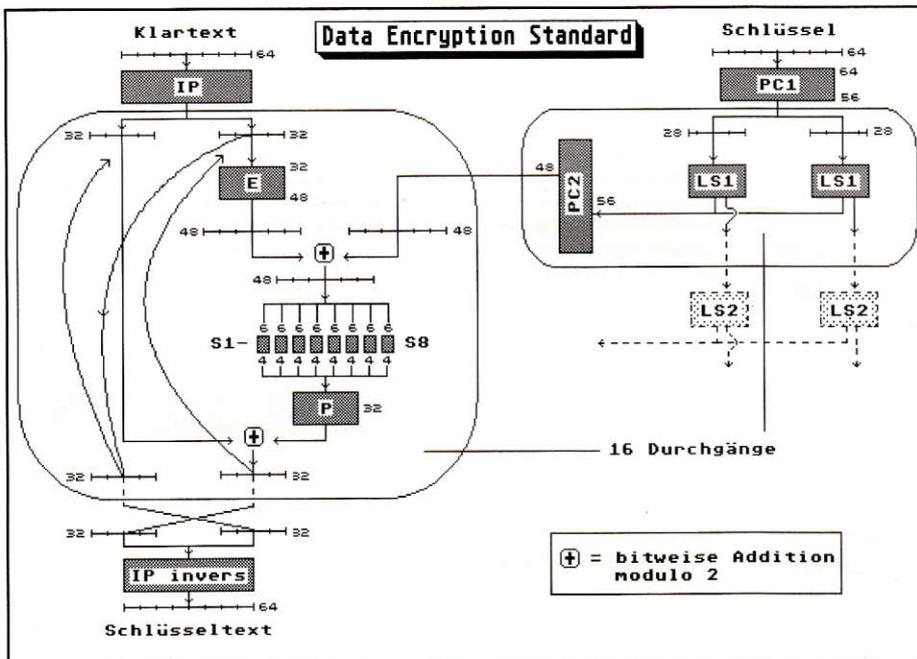

Abb. 7: Schaubild des DES (Data Encryption-Standard)
sche Analyse der Buchstabenhäufigkeiten zu knacken gewesen, da jeder Buchstabe des Klartextes mit gleicher Wahrscheinlichkeit von jedem Buchstaben des Alphabets kodiert wurde. Trotzdem gelang es dem englischen Geheimdienst, den Kode zu knacken, zum einen, weil ihm über verschiedene Quellen einiges über die ENIGMA bekannt war, beispielsweise die Bedienungsanleitung und das Verdrahtungsschema der drei ursprünglichen Rotoren, zum anderen half die analytische Fähigkeit der eingesetzten Mathematiker, unter ihnen Alan Turing, die zum ersten Mal auf die Rechenkraft einer elektronischen Rechenmaschine, COLOSSUS, zurückgreifen konnten (6). Wie anders auch als mit Hilfe von Rechenautomaten hätte die immense Zahl von Verschlüsselungsmöglichkeiten durchprobiert werden können [Laut einer Meldung im ST-Magazin 1989/4 (S. 10) ist ein Simulationsprogramm der ENIGMA für ATARI ST-Besitzer bei der Firma "SSG-System-Entwicklung" erhältlich]. Machen wir einen Sprung ins Jahr 1977. Es ist das Jahr, in dem erstmals eine Verschlüsselungsmethode als Standard anerkannt und niedergelegt wurde: der *Data Encryption Standard* (DES). Die Rotormaschinen haben längst ausgedient, ihre Aufgaben sollen Computerprogramme oder in Mikrochips eingelagerte Verschlüsselungslogiken übernehmen. Was bei der ENIGMA noch auf elektrisch-mechanischem Wege vollzogen wurde, wird nun Software-Modulen übertragen. Gleichwohl hat sich das Prinzip der Verschlüsselung nicht grundlegend verändert, die Arbeitsweise des Algorithmus jedoch, der dem DES zugrunde liegt, ist weitaus komplizierter geworden. Klartext und Schlüssel werden blockweise in immer neuen Variationen durcheinanderschüttelt, vertauscht und verknüpft, so daß am Ende auch der geschickteste Analysator verzweifelt aufgegeben haben sollte. Jedenfalls hofften dies die Entwickler, vornehmlich Programmierer der Firma IBM. Am ehesten läßt sich der Ablauf innerhalb des DES an einem Schaubild verdeutlichen (s. Abb. 7). Zwei große Prozesse bestimmen den gesamten Ablauf: einmal das 16fache Durcheinanderwürfeln des Klartextes und zum zweiten die gleichzeitige 16fache Gewinnung neuer Teilschlüssel, die jede Verwirbelung der Klartextzeichen mit beeinflussen.
Beginnen wir mit der Verschlüsselung des Klartextes (Abb. 7 links oben). Da das Programm ausschließlich Binärdaten
blockweise verarbeitet, muß der Klartext zunächst binär kodiert werden. Aus dem kodierten Datenmaterial greift sich das Programm dann jeweils einen Block von 64 Bits heraus und unterwirft ihn einer ersten Permutation. Dies geschieht ähnlich wie bei der Vertauschung der Zeichen zwischen Vorder- und Rückseite des Rotors bei der ENIGMA. Im IP-Modul (*Initial Permutation*) werden die 64 Bits des zu bearbeitenden Datenblocks nach einem festen Muster vertauscht: So wechselt zum Beispiel das Bit aus Position 1 an die Stelle von Bit 58, Bit 64 zu Bit 7 usw. [Sämtliche Tabellen des DES (Permutations-, Substitutionsmodule, Linksverschiebung) sind in Abb. 8 aufgeführt.] Nach Abschluß der Permutation erfolgt eine Trennung der Binärdaten in zwei 32-Bit-Blöcke. Während der linke Block und eine Kopie des rechten Blocks eine Weile ungeschoren bleiben, wartet auf den rechten eine Folge von Permutationen und Substitutionen. Im Expansionsmodul E werden die Bits des rechten Blocks vertauscht und zugleich auf 48 Bits erweitert [einige Eingangsbits landen dabei auf mehreren Ausgangspositionen (s. Abb. 8)]. Nun ist es Zeit, sich der Verschlüsselung des Schlüssels zuzuwenden (s. Abb. 7 rechts oben). Eingeben darf man ein 64 Bits langes Schlüsselwort, welches sogleich in der Permutationsmatrix PC1 (*Permuted Choice*) permutiert, auf 56 Bits verkürzt und im Anschluß daran auf zwei Blöcke zu je 28 Bits aufgeteilt wird. Jeder der beiden 28-Bit-Vektoren unterliegt einer Linksverschiebung im Modul LS (*Left Shift*), wobei sich der Verschiebungsfaktor in den einzelnen Moduln LS1 - LS16 im Verlauf der 16 Iterationen ändert (s. Abb. 8). Die Ergebnisse eines Verschiebungspaares werden zusammengeführt und gehen als 56-Bit-Block in die Permutationsmatrix PC2 ein. PC2 vertauscht die Bitpositionen und entfernt 8 Stellen, somit verläßt ein 48-Bit-Vektor dieses Modul und vereint sich mit den 48 Bits, die nach der Bearbeitung durch die Expansionsmatrix E auf der Datenseite (linke Seite Abb. 7) bereits warten. Die Vereinigung geschieht in einer bitweisen Addition modulo 2.
Substitutionsbox ein und bestimmt selbst durch seine spezifische Bitanordnung, in welcher 4er-Bitfolge er sein S-Modul verläßt. Gesetzt den Fall, die 6er-Bit-Folge 111101 kommt an der S-Box S7 an, dann würde die Umwandlung in einen 4-Bit-Vektor nach folgendem Muster ablaufen: Die beiden äußeren Bits 11 (binär 11 = dezimal 3) bestimmen die Zeile 3 einer 4 \* 16-Matrix, die 4 inneren Bits 1110 (binär 1110 = 14 dezimal) die Spalte 14. Man erhält den dezimalen Wert 3, der als 4-Bit-Block 0011 von der Substitutionsbox S7 ausgegeben wird (s. Abb. 8). Dieser Teil im Verschlüsselungsprozeß heißt nichtlinear, weil die Substitution vom Wert eines jeweiligen Bitmusters abhängt, das auf der Eingangsseite des S-Moduls ankommt. Jede der 8 Substitutionsboxen reagiert zudem mit einer spezifischen Matrix auf die Eingangswerte der 6-Bit-Blöcke. Nach Verlassen der S-Moduln werden die 4er-Blöcke zu einer 32-Bit-Folge zusammengezogen und in der Permutationsmatrix P wieder durchgeschüttelt. Endlich tritt der linke 32-Bit-Datenblock in Aktion, der, aus dem IP-Modul entlassen, solange im Wartestand verweilt hat. Der linke Block wird bitweise modulo 2 zum 32-Bit-Vektor aus dem P-Modul addiert. Diese Addition (32 bit) und die Kopie des rechten 32-Bit-Datenblocks, der sich ebenfalls im Wartezustand befand, bilden die neuen Eingangsvektoren für den zweiten Durchlauf, der unterhalb des IP-Moduls beginnt. Parallel dazu, auf der Schlüsselseite unterhalb PC1 (Abb. 7 rechts oben), startet auch dort ein neuer Durchlauf, mit dem Ziel, einen veränderten Teilschlüssel zu generieren. Insgesamt werden beide Prozedu-